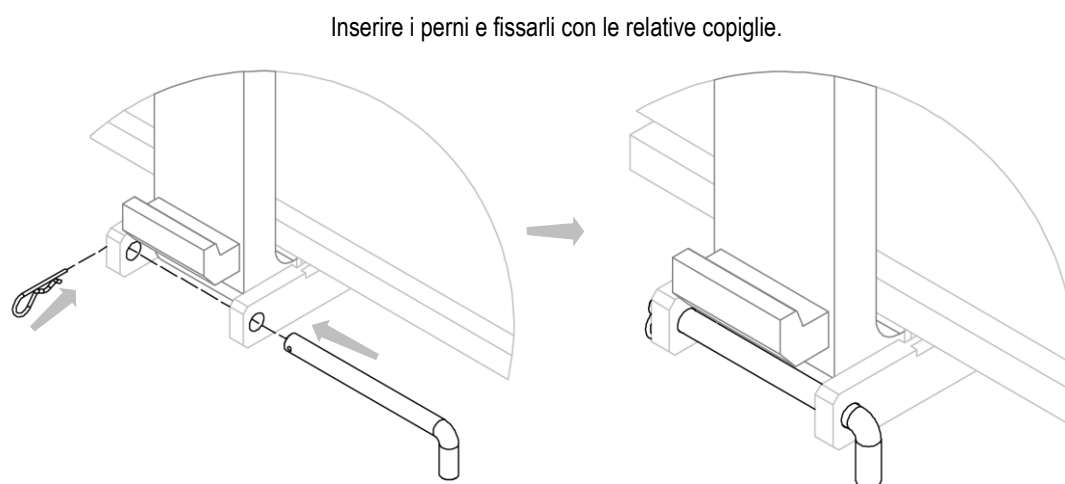

Figura 9
6. Chiudere i fermi forca (vedi *Figura 9*).